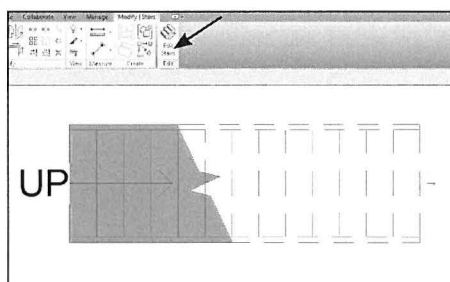

Fig. 10.12. Rediger trappen, ved at markere den og klikke på *Edit Stairs*.
- Stå i (03) Stueplan i *Project Browseren*, så du igen kan se trappen i 2D.
- Marker trappen (Fig. 10.12).
- Klik *Edit Stairs* (Fig. 10.12).